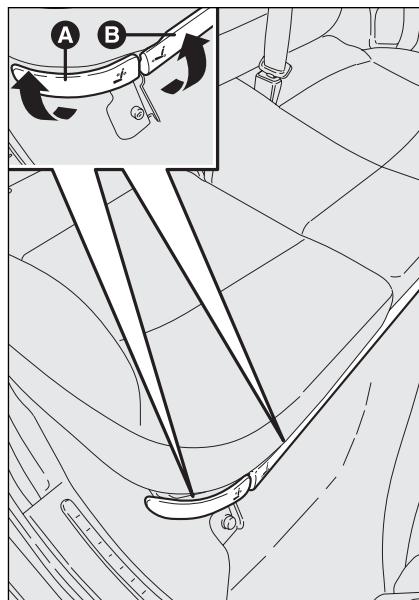

fig. 98
- ☐ agindo na alavanca **B-fig. 98** regular o banco na posição desejada (por ex.: todo para frente quando se deseja obter a máxima ampliação da bagageira);